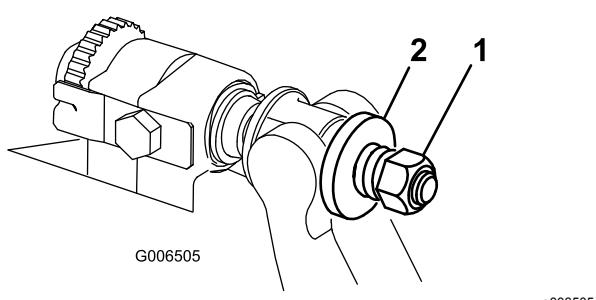

Bild 32
10. Ziehen Sie die Mutter an jedem Untermesserträgereinsteller an, bis die Druckfeder ganz zusammengedrückt ist, lösen Sie die Mutter dann um eine halbe Umdrehung (**Bild 32**).